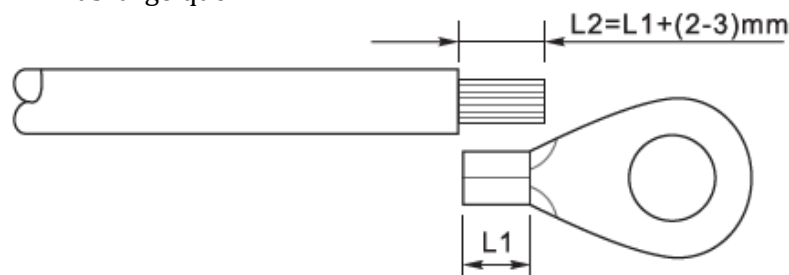

Figura 14 – Preparación del cable de tierra (1)
- 1) Con ayuda de un pelacables, como se muestra en la Figura 14, quitar una longitud adecuada de la capa de aislante externo.